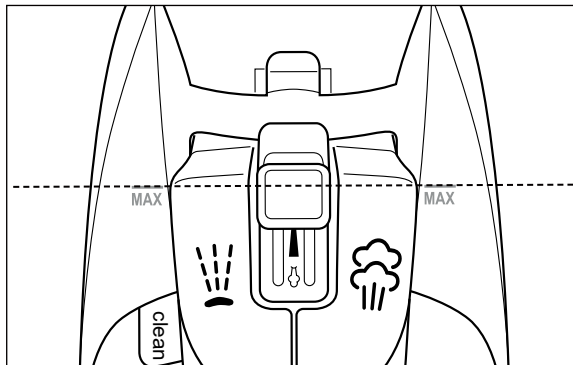

Fig. 5
- 4) Fyld højst vandbeholderen **13** op til markeringen **MAX**. Stil dampstrygejernet på foden **10**, og kontrollér, at den påfyldte mængde ikke er over markeringen **MAX** (se fig. 5). Hæld vandet ud igen, hvis der er fyldt for meget på. Den maksimale påfyldningsmængde for vandbeholderen **13** er ca. 320 ml.